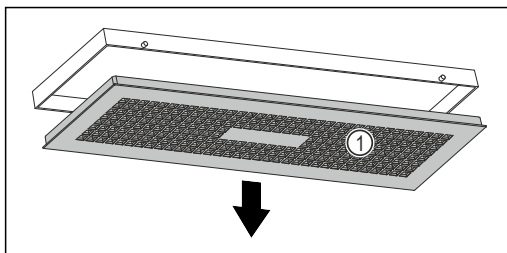

Fig. 107
- Nádržku na vodu pomalu otočte směrem dolů a přitom držte kryt Fig. 107 (1).
- Kryt Fig. 107 (1) odeberte.